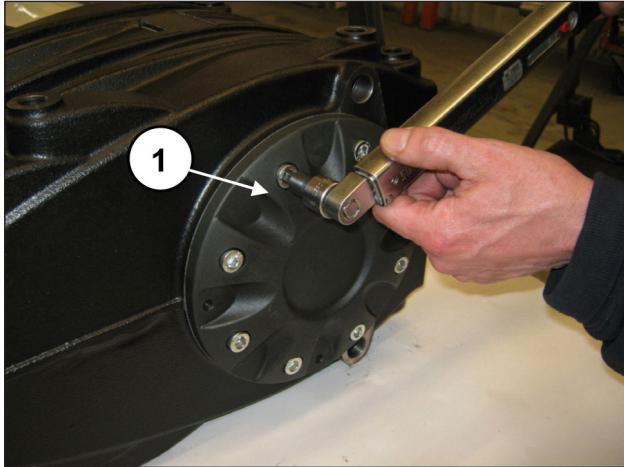

Рис. 62
Закрутите 8 винтов M10x30 (поз. ①, Рис. 62).